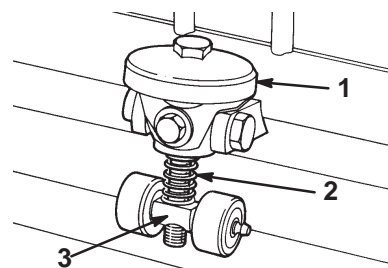

図15
1. カッティングユニットをトラクションユニットから外して平らな作業台の上に載せ、ベッドナイフ調整ノブを左に回して、リールとベッドナイフの接触を完全になくす（図15）。
2. リールの一端部で、ベッドナイフとの間に前方から乾いた新聞紙片を差し入れる。リールを手でリールをゆっくり回しながら、(レンチを使って)調整ノブを1ノッチずつ締めつけてゆく(図15)。新聞紙がはさまれ、引き抜くのに軽い抵抗を感じるように調整する。